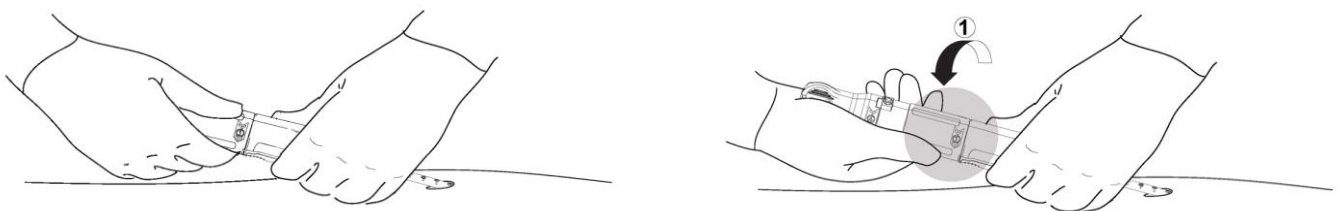

Abbildung 12. Schritt 1 der Aktivierung des PerQseal+ Gefäßverschlussystems (Freisetzung des Implantats aus der Schleuse).
Das distale Ende des Griffs des PerQseal+ Gefäßverschlussystems ergreifen (das dem Patienten am nächsten gelegene Ende). Das Gerät in seiner Position stabilisieren, indem diese Hand am Patienten abgestützt wird, siehe Abbildung 12.
- a. Die Hand auf die mit „1“ markierte Nocke der Schleuse legen und diesen Griffteil um 180° in die angezeigte Richtung drehen, um die Punkte aufeinander abzugleichen. Darauf achten, dass die Hand, die das distale Ende des Griffs hält, nicht bewegt wird und der Griff während der Drehung in seiner Position verbleibt, siehe Abbildung 12. Das Implantat ist nun im Inneren der Arterie exponiert.